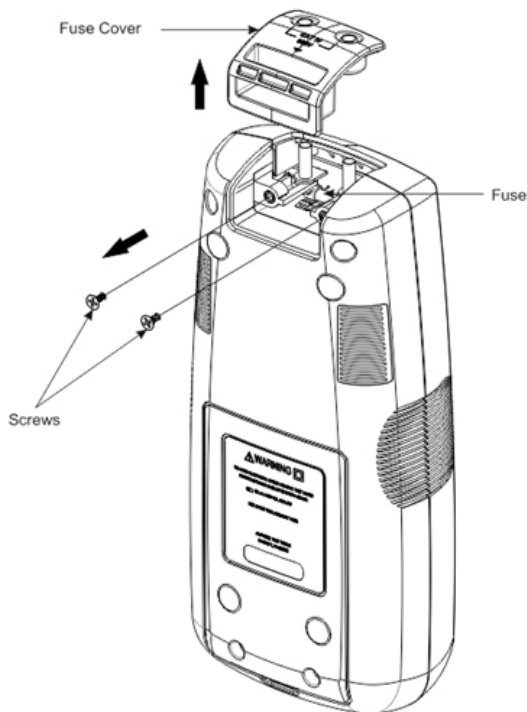

Abbildung 5.4: Sendersicherung wechseln
4. Heben Sie den Sicherungsdeckel wie in Abbildung 5.4 gezeigt nach oben ab.